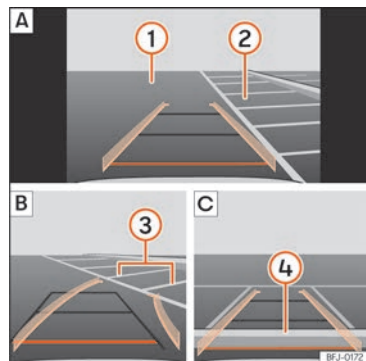

Abb. 147 Anzeige auf dem Bildschirm des Infotainment-Systems: Einparken mit dem Rückfahrassistenten.
Legende zur » (Abb. 147):
» » (Abb. 147) ② A.
- Fahren Sie rückwärts und drehen Sie das Lenkrad so, dass die gelben Linien in die Parklücke weisen. Die grünen und gelben Linien müssen mit den seitlichen Begrenzungslinien übereinstimmen ③ B.
- Halten Sie das Fahrzeug an, wenn die rote Linie die hintere Begrenzung erreicht hat ④ C.